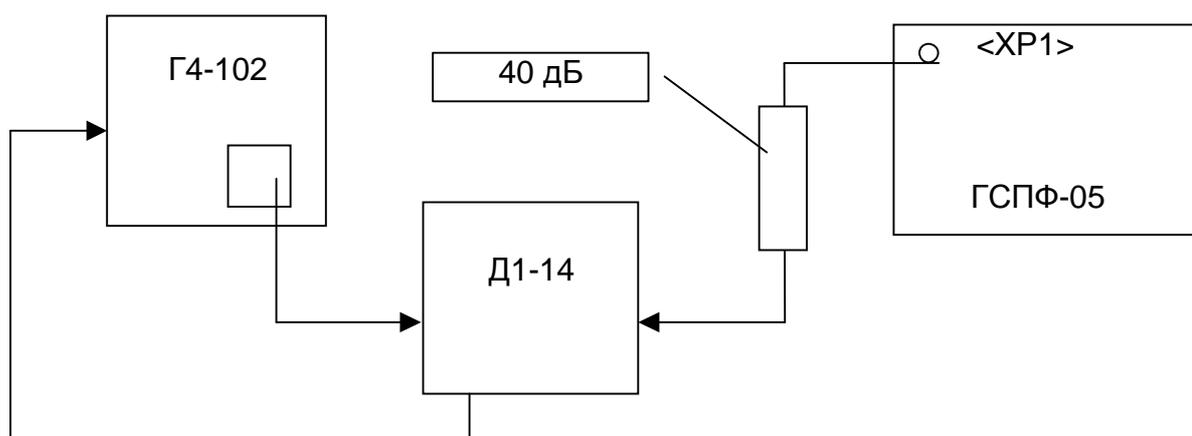

Рис. 7. 8
7.5.3.6.7 Собирается измерительная схема так, как показано на Рис. 7. 8.